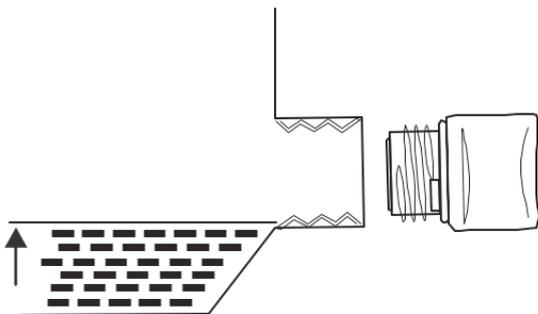

Figure 4: niveau correct d'huile à moteur
3. À l'aide de l'entonnoir fourni, versez toute la bouteille d'huile dans le moteur. Voir le niveau d'huile correct à la figure 4 ci-dessous.
- Le moteur est rempli d'huile à moteur (voir la figure 4 : Niveau correct d'huile à moteur à la page 11).